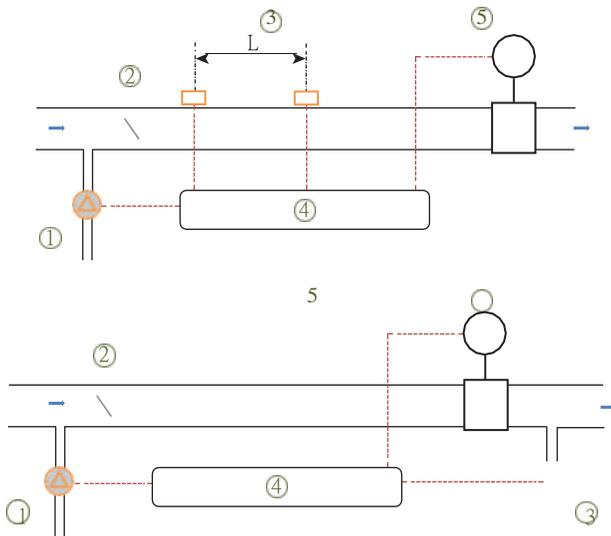

Рис. 2.16
Однако в некоторых из этих случаев все еще можно использовать трейсеры. Трейсеры являются некоторыми веществами, которые обычно не присутствуют в процессе (цвет флуоресценции, радиоактивные изотопы или аналогичные). Если такой трейсер инжектируется (1) и смешивается (2) в общем потоке, датчики (3) могут определять скорость, с которой они движутся, и тем самым делать выводы об общем потоке (4) (рис. 2.16). Если сигнал от существующего расходомера (5) контролируется в то же время, когда трейсер проходит через систему, эти данные могут быть использованы в качестве основы для калибровки. Как правило, можно ожидать погрешность в 1-2%, в хороших условиях даже немного лучше. Этот метод описан в стандарте ISO 2975.